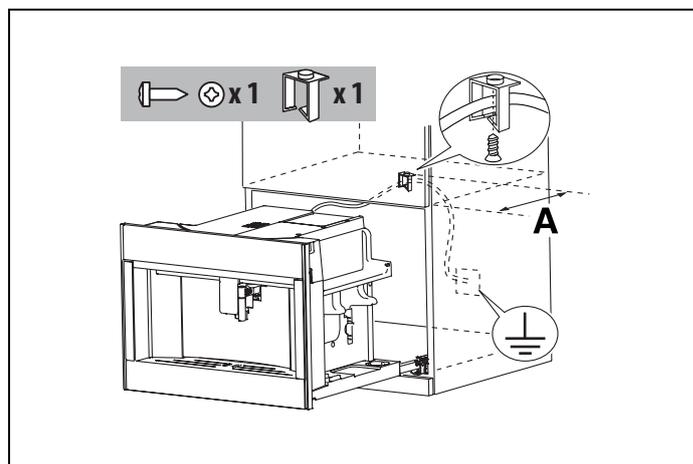

Fig. 6
- Fixez le câble d'alimentation avec l'agrafe (Fig. 6). Le câble d'alimentation doit être suffisamment long pour permettre d'extraire l'appareil du meuble afin de remplir le réservoir à grains de café.